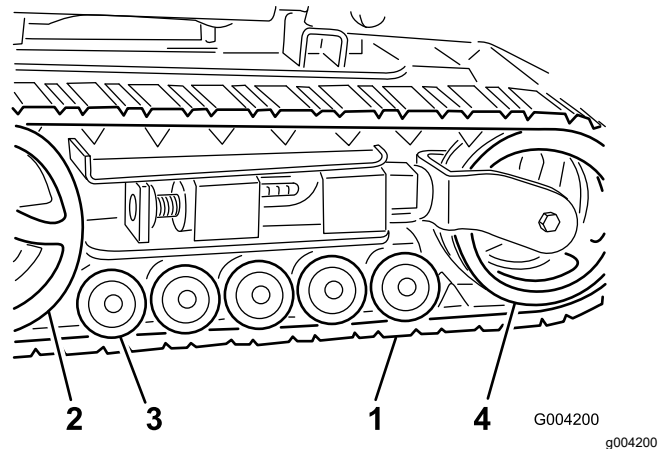

図 43
**重要** ロードホイール、テンションホイール、駆動スプロケットも完全に洗浄してください 図 43。洗浄されているロードホイールは自由に回転します。